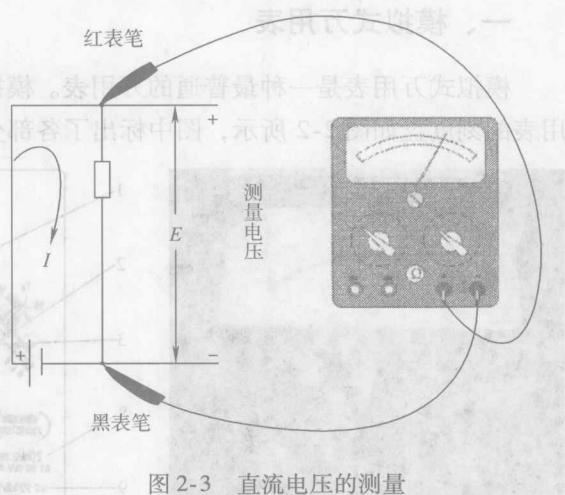

图 2-3 直流电压的测量
(1) 直流电压的测量 电压测量是电动车维修中经常采用的检查方法，实例如图 2-3 所示，将万用表的正端（红色表笔）接到电压高的一端，负端（黑色表笔）接到电压低的一端。如果极性接反，表针会向反方向偏摆，有可能损坏万用表。
(2) 直流电流的测量 在检修电动车时，为了判断电动机是否正常，有时需要测量电动机电流或控制回路中的电流。